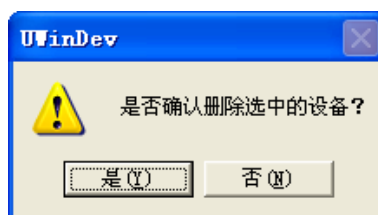

图 6-34 设备删除
(5) 选中需要删除的虚拟设备，在空白处右键/删除，或菜单栏中设备/删除，或者点击删除图标“”，则弹出删除确认对话框如图 6-34，点击确认即可删除设备。